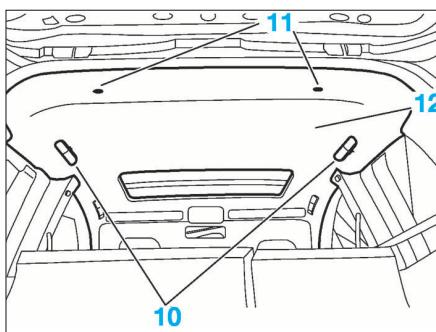

FIG. 47
- Déposer (Fig.47) :
- les 2 poignées de maintien (10)
- les 2 fixations (11)
- Ecartez la garniture de pavillon (12).